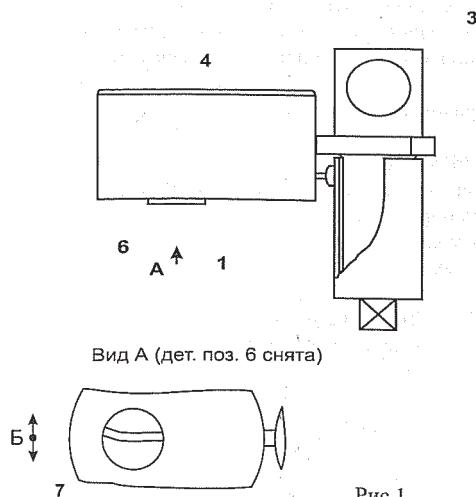

Рис.1
1.4.1. Принцип работы ключа (рис. 1) основан на зависимости угла закручивания упругого участка вала (торсиона) ключа от приложенного крутящего момента силы и преобразовании угла закручивания в отклонение стрелки индикатора ключа, прямо пропорциональном измеряемому моменту затяжки.
2.2.3. Проверить совпадение стрелки с нулевой отметкой шкалы. Несовпадение стрелки не должно превышать 0,2 цены деления. При отклонении стрелки более, чем на 0,2 деления, провести регулировку нуля, для чего открыть пластиковую пробку 6 на дне отсчетной головки 4 (рис.1); и аккуратно, с помощью пинцета или маленькой отвертки вернуть рычаг 7 в исходное положение, подгибая его в направлении Б. Установить пробку 6 на место.
2.2.4. Подобрать по размеру и форме болта (гайки) торцевую головку и одеть ее на присоединительный квадрат. В отверстие головки ключа 3 (рис.1) ввести вороток.